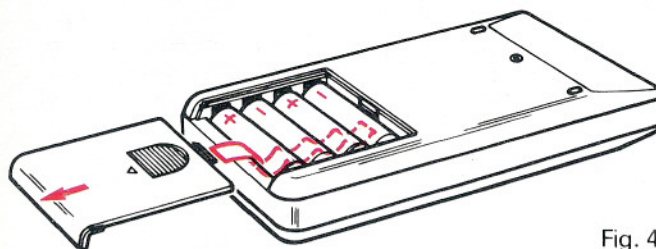

Fig. 4
- Mettre les 4 piles en respectant les polarités indiquées au fond du bac et en positionnant correctement le ruban extracteur (voir fig. 4).